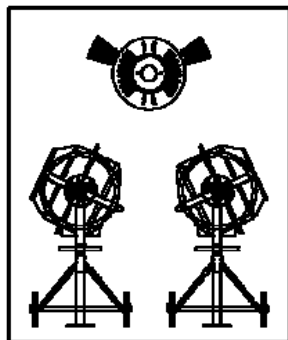

Fig.13
- Posizionare l'asse del tamburo per caricare la malta come mostrato in Fig.13.